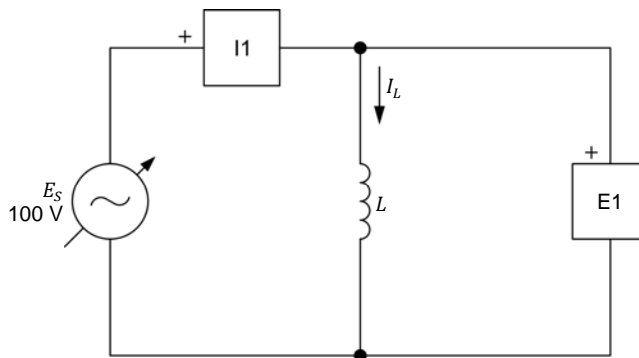

Figure 2-4. Circuit ca contenant une bobine.
8. Montez le circuit montré dans la figure 2-4.
La valeur de l'inductance L à utiliser dans le circuit de la figure 2-4 dépend de la fréquence de la source d'alimentation ca, tel qu'indiqué dans le tableau 2-1.